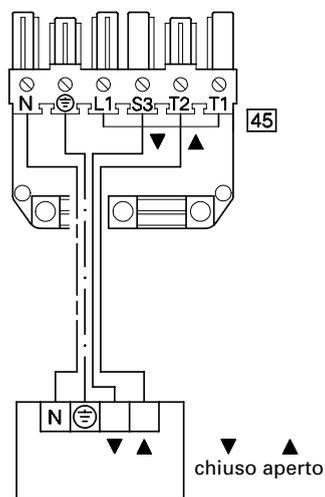

Fig. 8
1. Eseguire l'allacciamento della valvola a farfalla al collegamento ad innesto ⁴⁵ come da fig. 8.